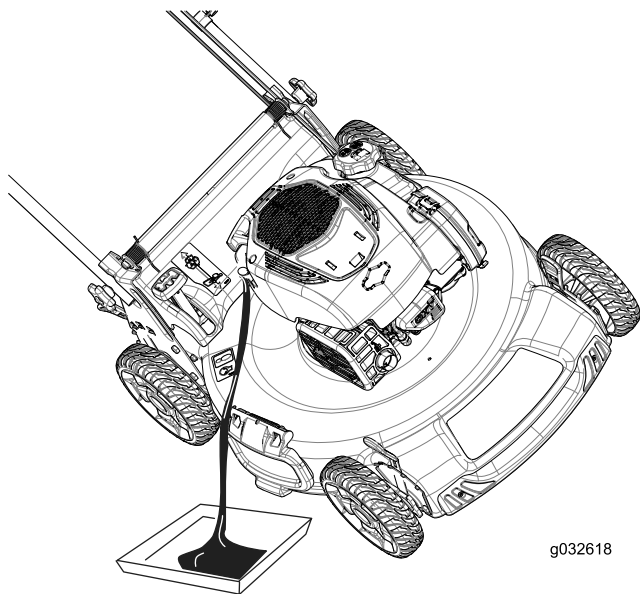

Bild 23
4. Kippen Sie die Maschine seitlich (Luftfilter nach oben), um das Altöl aus dem Öleinfüllstutzen abzulassen (Bild 23).